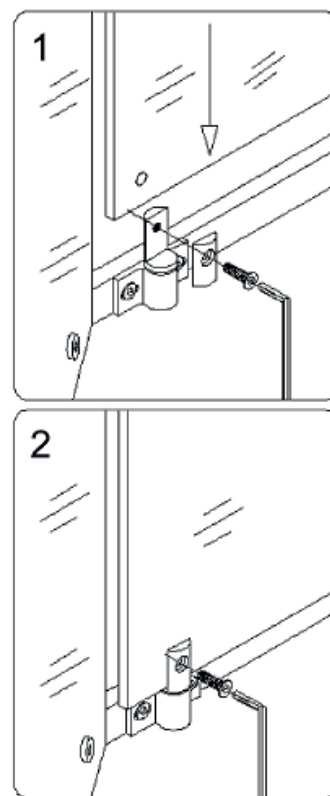

Рис. 8
6. Установите **Петли (07)** на верхней и нижней **Крепежных перекладинах (05)** используя **Болты с плоской головкой M8x12 (17)**.
7. Разберите **Петли (07)**. Отложите в сторону крепежные пластинки, аккуратно поместите **Стекланную дверь (04)** на **Петли** и прикрепите крепежные пластинки. (Рис. 8)